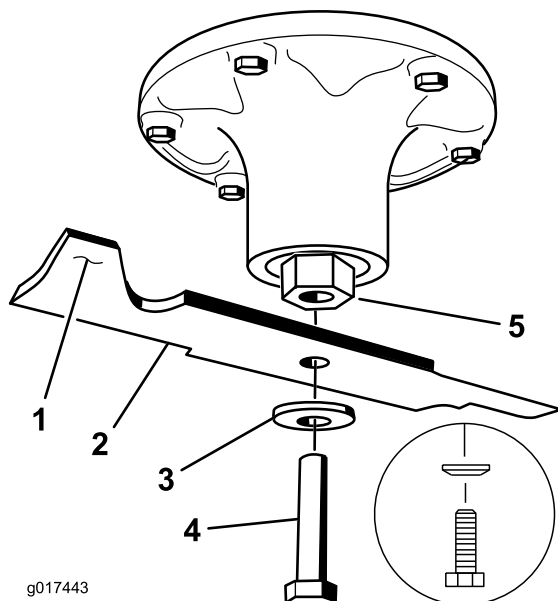

Figure 76
2. Enlevez de l'axe, le boulon, la rondelle bombée et la lame (Figure 76).